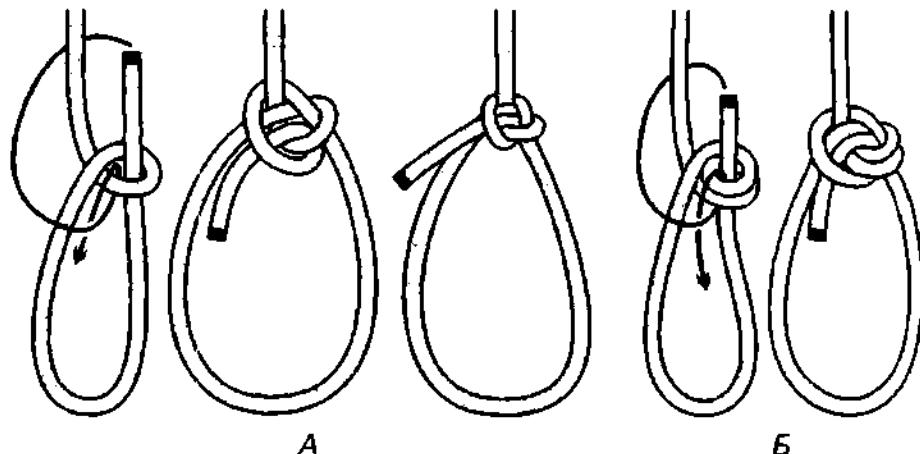

Рис. 344. А – обратный беседочный узел с подоткнутым концом. Б – обратный беседочный узел с двойной калышкой и подоткнутым концом.
**Усиленный обратный беседочный узел** варианта *Б* (рис. 344) особенно крепкий и надёжный. Узел легко развязывается после использования и не создаёт резких изгибов, которые могли бы ослабить трос.